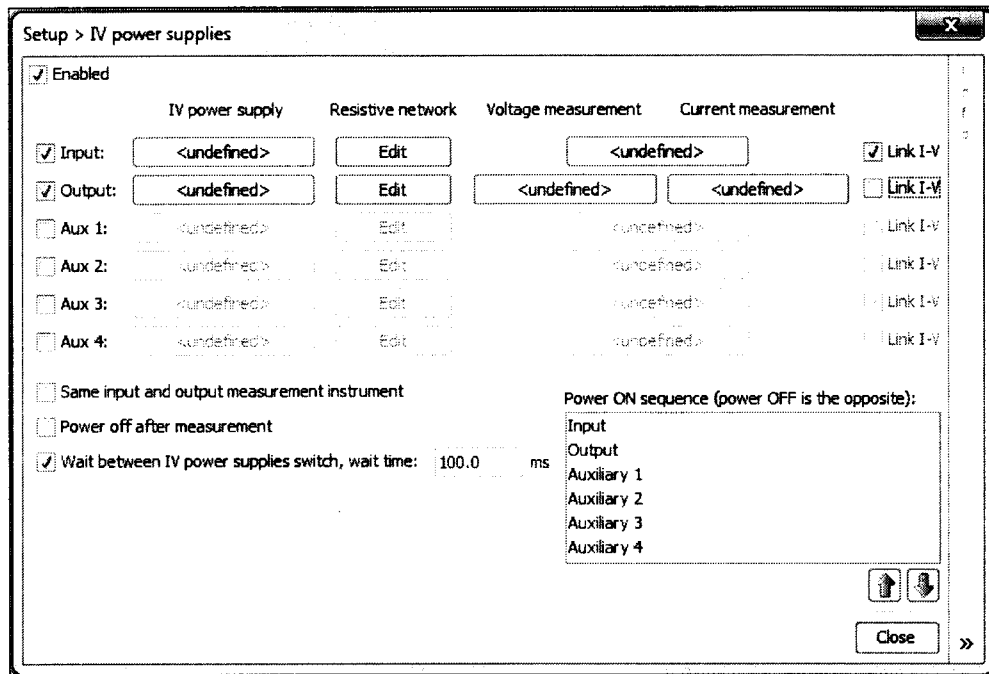

Рисунок 7.3.2 – Окно Setup > IV power supplies, конфигурация для измерения напряжения и силы тока зондом затвора
7.3.3.1 Нажать клавишу Unfind на пересечении IV power supply / Input (рисунок 7.3.2), при этом появится окно Setup>Power supplies>Input generator.
7.3.3.2 Нажать клавишу Unfind на пересечении IV power supply / Output (рисунок 7.3.2), при этом появится окно Setup>Power supplies>Output generator.
7.3.3.3 Нажать клавишу Undefined на пересечении Input /Voltage measurement/Current measurement (рисунок 7.3.2), при этом появится окно Setup>IV power supplies>Input measurement.
7.3.3.4 Нажать клавишу Undefined на пересечении Output / Voltage measurement (рисунок 7.3.2), при этом появится окно Setup>IV power supplies>Output voltage measurement.
7.3.3.5 Нажать клавишу Undefined на пересечении Output / Current measurement (рисунок 7.3.2), при этом появится окно Setup>IV power supplies>Output current measurement.
7.4.2 В окне Setup, Power supplies (рисунок 7.2.6) снять метку Link I-V справа в строке Output (рисунок 7.3.2).
7.4.3.1 Нажать клавишу Unfind на пересечении IV power supply / Input (рисунок 7.3.2), при этом появится окно Setup>Power supplies>Input generator.
7.4.3.2 Нажать клавишу Undefined на пересечении IV power supply / Output (рисунок 7.3.2), при этом появится окно Setup>Power supplies>Output generator.
7.4.3.3 Нажать клавишу Undefined на пересечении Input / Voltage measurement/Current measurement (рисунок 7.3.2), при этом появится окно Setup>IV power supplies>Input measurement.
7.4.3.4 Нажать клавишу Undefined на пересечении Output / Voltage measurement (рисунок 7.3.2), при этом появится окно Setup>IV power supplies>Output voltage measurement.
7.4.3.5 Нажать клавишу Undefined на пересечении Output / Current measurement (рисунок 7.3.2), при этом появится окно Setup>IV power supplies>Output current measurement.